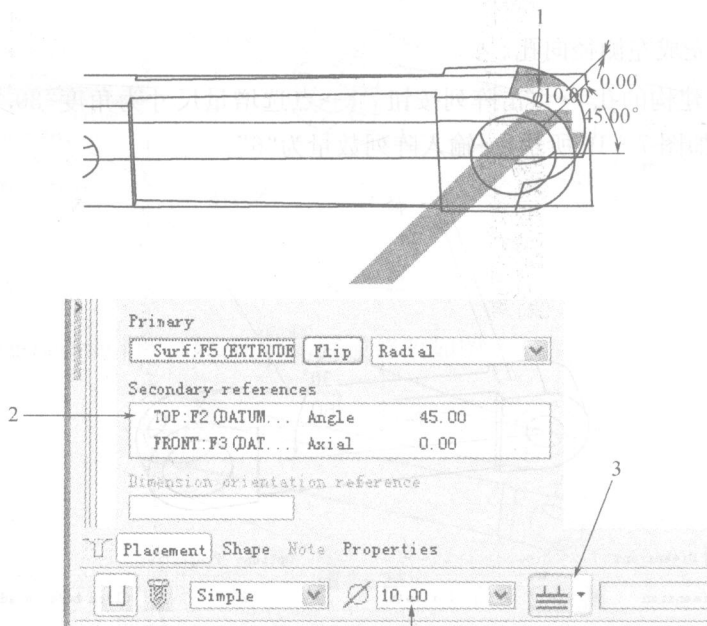

图 7-17
① 点击孔按钮 → 【Placement(放置)】→ 点选放置面为右侧圆弧面(如图 7-17 所示的位置 1)。
② 点击【Secondary references(次参照)】下面的参考收集框(如图 7-17 所示的位置 2)→ 按住 Ctrl 键点选 TOP 面和 FRONT 面作为定位参考 → 输入定位尺寸“45.00”和“0”→ 修改孔深度方式为【To Next(钻孔至下一曲面)】(如图 7-17 所示的位置 3)→ 修改孔的大小为“10.00”。